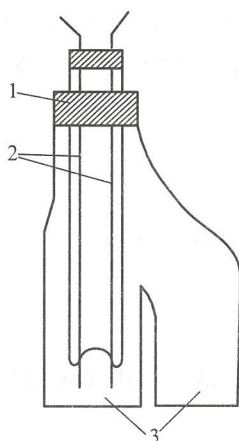

图 23-1 电导池
2. 取 25 mL $0.02 \text{ mol} \cdot \text{L}^{-1}$ 的 $\text{CH}_3\text{COOC}_2\text{H}_5$ 溶液和 25 mL $0.02 \text{ mol} \cdot \text{L}^{-1}$ 的 NaOH 溶液, 分别注入双叉管的两个叉管中(注意勿使二溶液混合), 插入电极并置于恒温槽中恒温 10 min。然后摇动双叉管, 使两种溶液均匀混合并完全导入装有电极一侧的叉管之中, 并同时开动秒表, 作为反应的起始时间(图 23-1)。从计时开始, 在第 5 min、10 min、15 min、20 min、25 min、30 min、40 min、50 min 和 60 min 各测一次电导值。